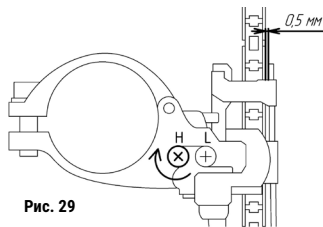

Рис. 29
4. Поверните регулировочный винт «Н» по часовой стрелке так, чтобы расстояние между внутренней поверхностью рамки и цепью составляло примерно 0,5 мм (рис. 29).